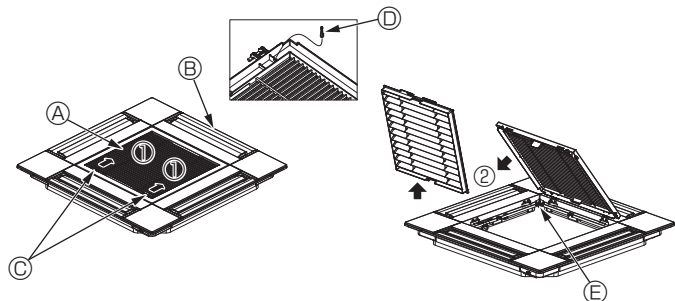
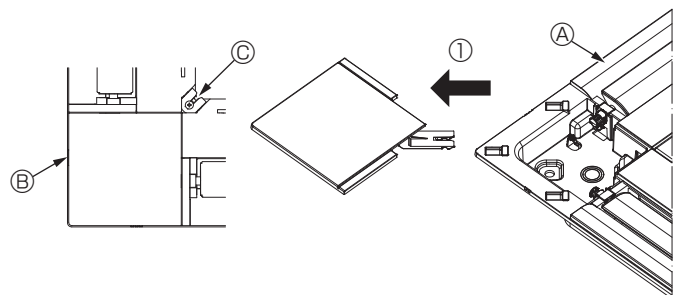

Fig. 5-3
Fig. 5-4
5.2.1. Extracción de la rejilla de admisión (Fig. 5-3)
- Deslice las palancas en la dirección indicada con la flecha ① para abrir la rejilla de admisión.
- Con la rejilla de admisión en posición "abierta", retire la bisagra de la rejilla de admisión de la rejilla tal y como se indica con la flecha ②.
5.2.2. Extracción del panel angular (Fig. 5-4)
- Retire el tornillo de la esquina del panel angular. Deslice el panel angular indicado con la flecha ① para retirarlo.